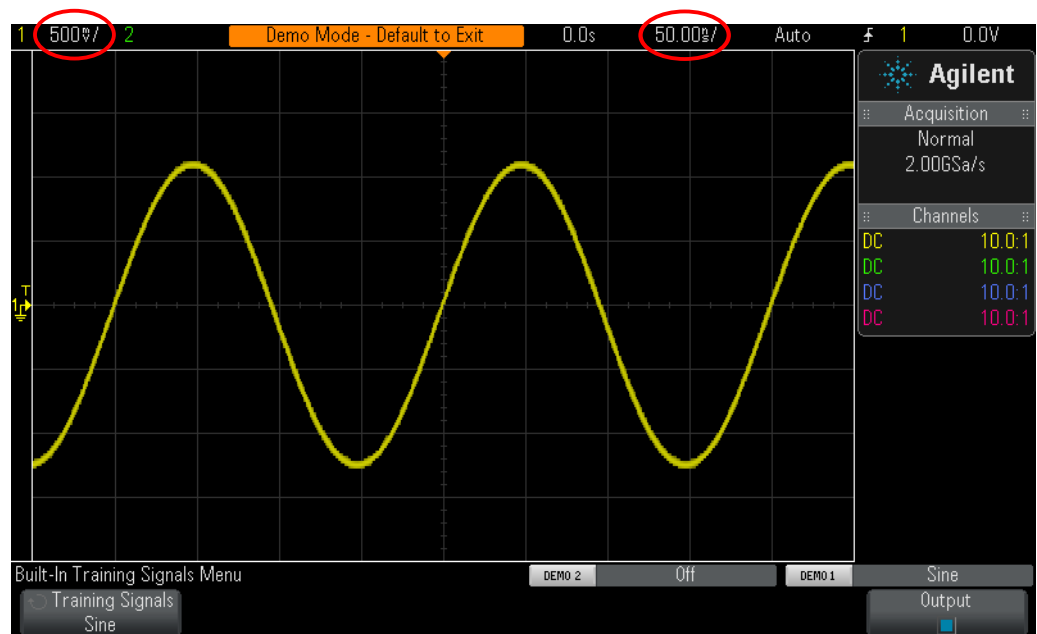

図9 正弦波トレーニング信号を表示するための初期設定
- 8 ディスプレイに正弦波が2周期以上表示されるまで、s/divノブ（Horizontal（水平軸）セクションの大きいノブ）を時計回りに回します。適切な設定は**50 ns/div**で、ディスプレイの上部中央付近に“50.00ns/”と表示されます。オシロスコープのディスプレイには、図9のような画面が表示されているはずです。今後はこれを、「タイムベース」設定と呼びます。